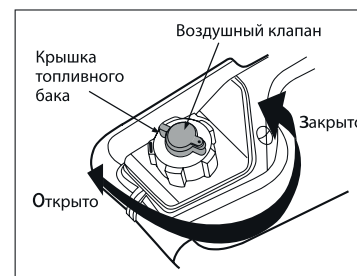

Рисунок 8.
7. Переведите воздушный клапан в положение «Открыто» (рис. 8).